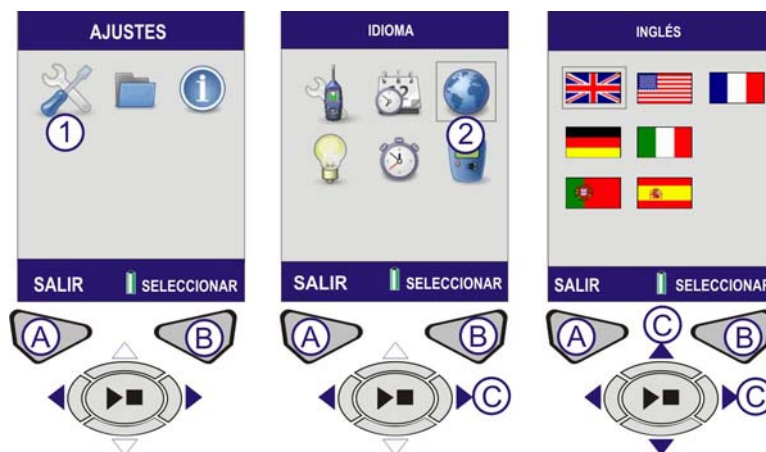

Figura 6 Ajustar Idioma
D. AJUSTAR IDIOMA (Consultar la Figura 6)